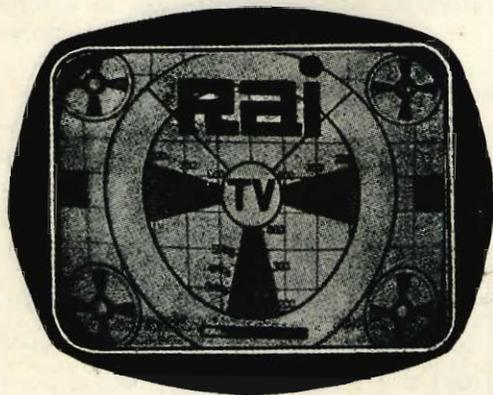

Fig. 40.
c) La regolazione della **linearità verticale** (vedi, ad esempio, fig. 40) si ottiene manovrando l'apposito potenziometro, quella **orizzontale**, estraendo più o meno il nucleo della bobina di linearità posta entro la gabbia contenente l'E.A.T.